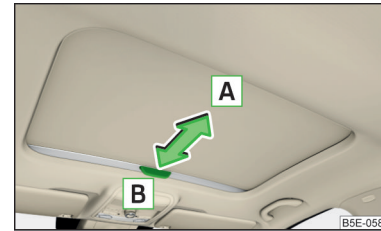

Abb. 64
- Zum **Öffnen** den Griff in Pfeilrichtung **A** ziehen » Abb. 64.